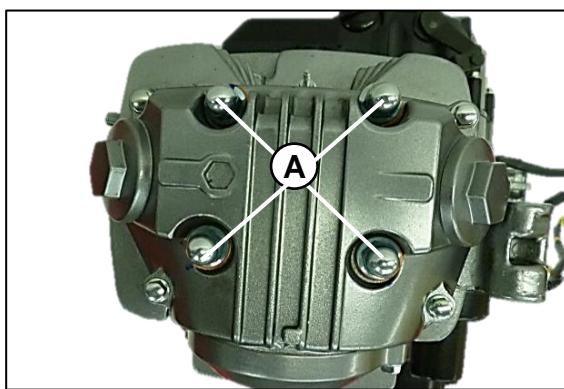

Fig. 11
Retiramos los pernos (A) en forma de X se debe hacer uniformemente uno a uno. Fig. 11